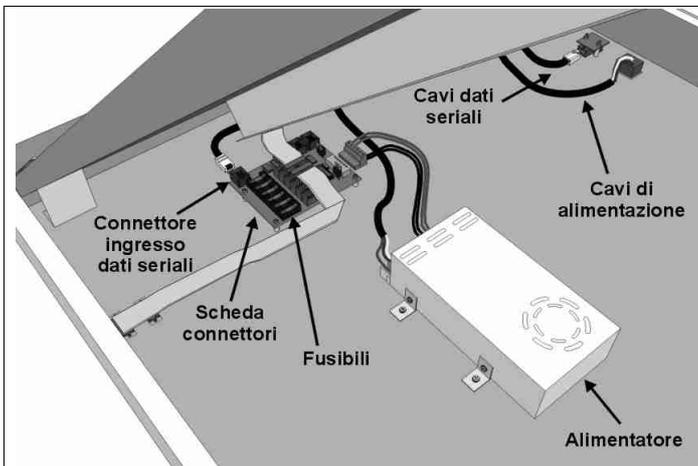
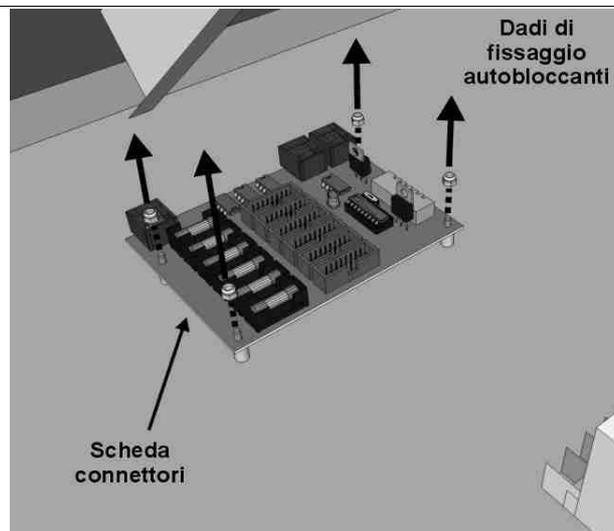

Fig. 20: Sostituzione scheda connettori
Fig. 21: Fissaggio scheda connettori
- b) collegare la Console direttamente al connettore dei dati seriali della scheda dei connettori (Fig. 20) con un cavo seriale di sicuro funzionamento ed alimentare il tabellone;
- c) localizzare la scheda connettori all'interno del modulo superiore del tabellone (Fig. 20) ed identificare il fusibile (Fig. 21) vicino al connettore dove è inserito il cavo piatto a 16 vie proveniente dalla precedente scheda di
2. Individuare la scheda connettori (Fig. 20); estrarre da essa tutti i connettori prendendo nota della loro posizione.
3. Mediante una chiave da 5,5 mm svitare i 4 dadi di blocco della scheda connettori (Fig. 21), toglierla dalla propria sede e quindi fissare la nuova scheda.